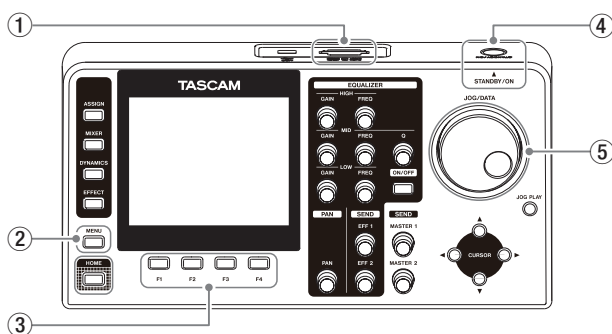

Fig 1
- **MIC/LINE INPUTS** 端子 **H**ch の [6.3 mm TS 標準ジャック] コードを取り外し、**G-H**ch に [6.3 mm TRS 標準ジャック] コードを接続する。 (Fig1-①)
- **MIDI** の IN 端子に **MIDI KEYBOARD** 等を接続し、OUT 端子に **MIDI** 音源モジュールを接続する。 (Fig1-③)
- Press and hold the **STANDBY/ON** button on the back of the unit (Fig. 1-①).
- After starting the unit, insert an SD card into the SD card slot on the back of the unit (Fig. 1-④), and press the **MENU** button (Fig. 1-②).
- Use the **JOG/DATA** dial (Fig. 1-⑤) to select the **USB** icon (Fig. 1-⑦).
- After selection, press the **F4** button (Fig. 1-③), which corresponds to the [▶] icon at the bottom right of the screen (Fig. 1-⑧), to open the USB connection selection screen.